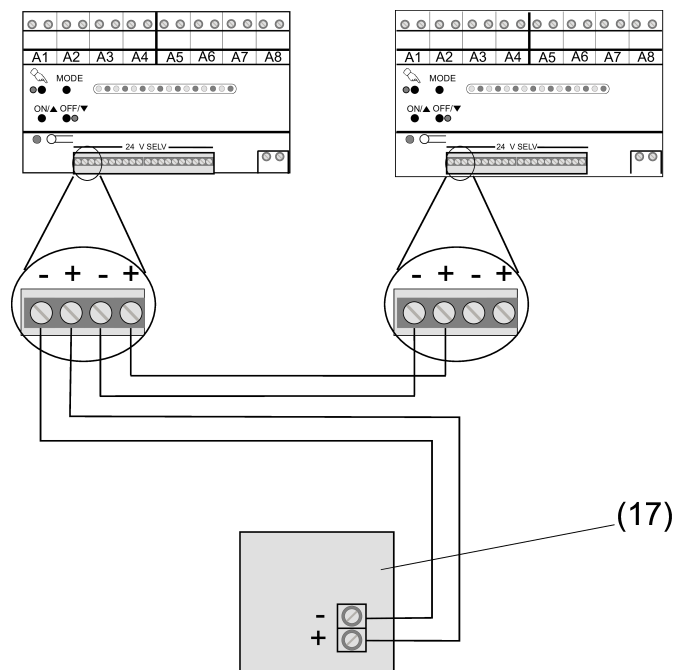

Bild 10: Anschlussbeispiel ein Sensormodul oder Tastsensor-Modul an zwei Relaisstationen
- Sensormodul oder Tastsensor-Modul gemäß Anschlussbeispiel an die Relaisstationen anschließen (siehe Bild 10).